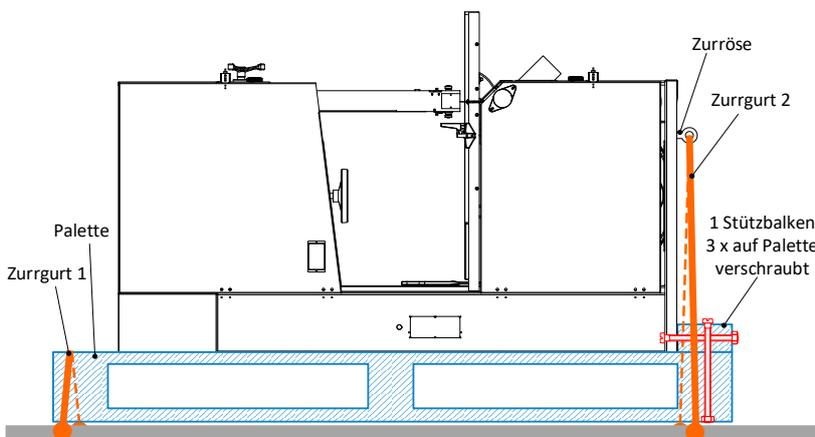

Abbildung 11: RAPID 700 / 800 / 900 verzurren
- Für Zurrurt 1 befindet sich unter dem Maschinensockel eine Zurröse (⇨ Abbildung 11). Mit Zurrurt 2 wird die Palette direkt verzurt.